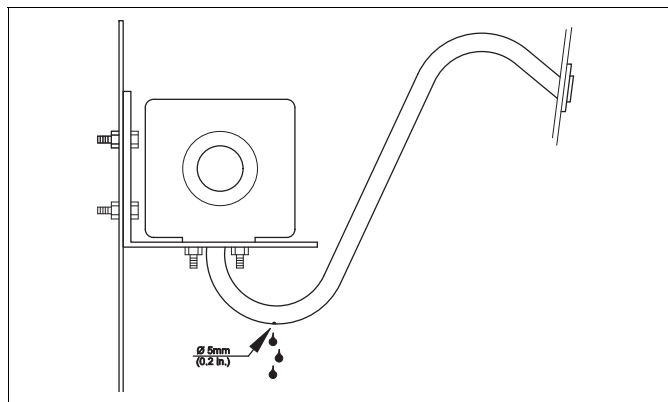

bild 26 Sugledning för förbränningsluft inte i färdriktning
- ▶ Gör dräneringshålet på det lägsta stället enligt bild 26.